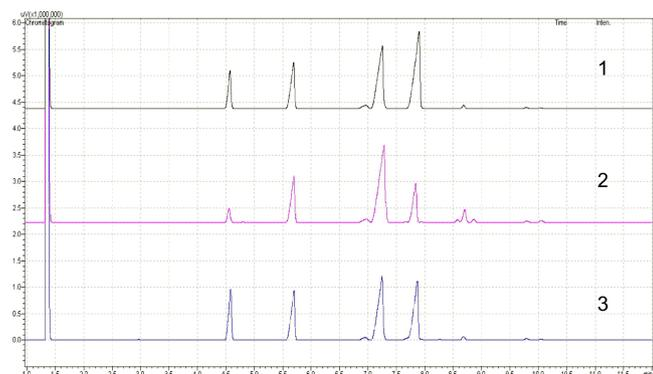

Figura 2S. Cromatogramas dos biodieseis de arroz (1), milho (2) e canola (3)
7. A Figura 2S apresenta os cromatogramas de três amostras típicas (biodieseis de óleos de arroz, milho e canola). Nas condições de análise, os principais componentes são eluídos na seguinte ordem: C16:0 (4,6 min), C18:0 (6,9 min), C18:1 (7,2 min), C18:2 (7,9 min) e C18:3 (8,7 min). O pico do padrão interno, C17:0 foi observado em 5,7 min.